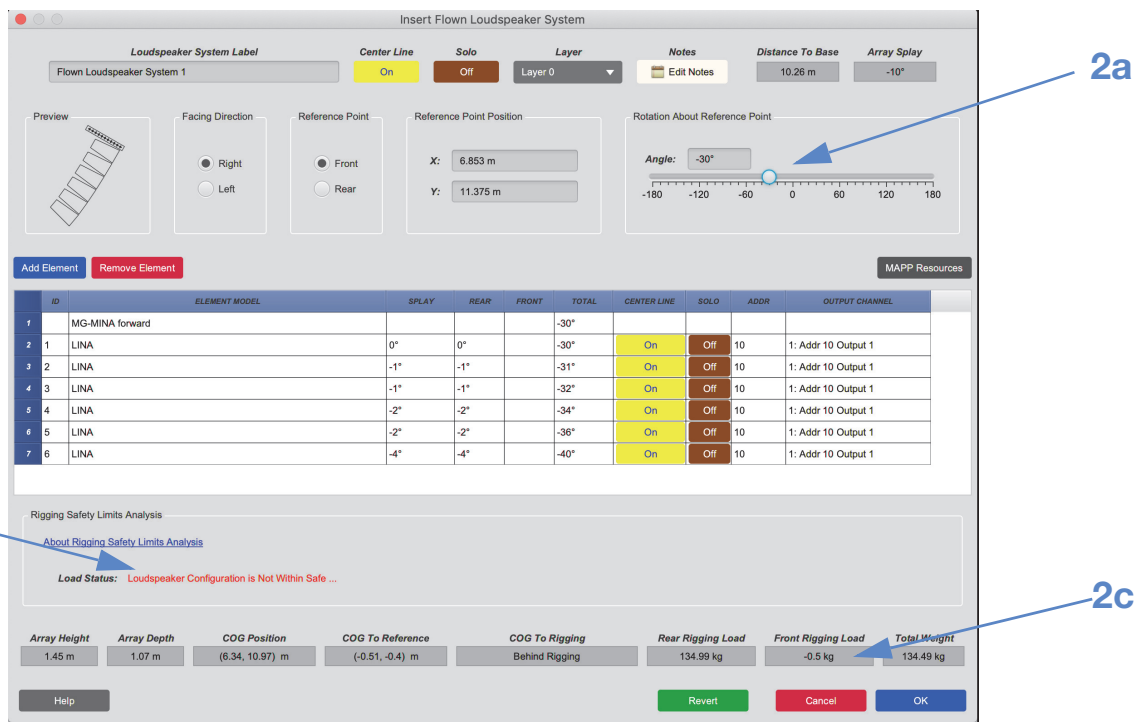
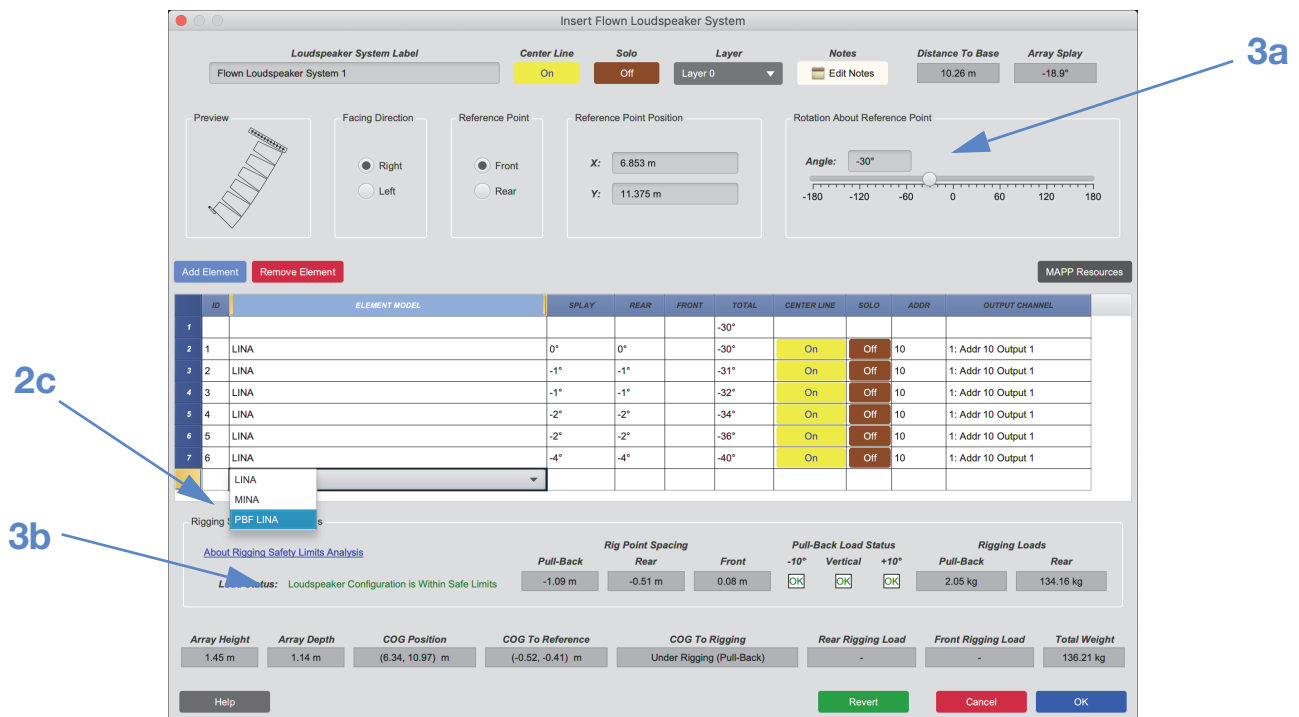

図32 : MAPPディスプレイウィンドウに、フロントリギングの荷重重量が負の値として表示されている-プルバックフレームが必要
図33 : MAPPディスプレイウィンドウにプルバックフレームを追加すると、スピーカー構成が安全な範囲内になります
- a. [基準点についての回転]セクション（図32）に、アレイの目的のダウンチルトを入力します（負の値はダウンチルトです）。
- c. フロントリギングロードの重量が負の値の場合（図32）、必要な量のダウンチルトを実現するには、プルバックハードウェア（PBF-LINA）が必要です（図33）。フロントリギングの荷重量（負の値）がプルバックハードウェアの最大定格荷重を超えていないことを確認してください（38ページの「PBF-LINAプルバックフレームの定格荷重」を参照）。
- a. 基準点を中心とした回転（図33）を使用して、アレイを目的のダウンチルト量（負の角度値）まで回転させます。